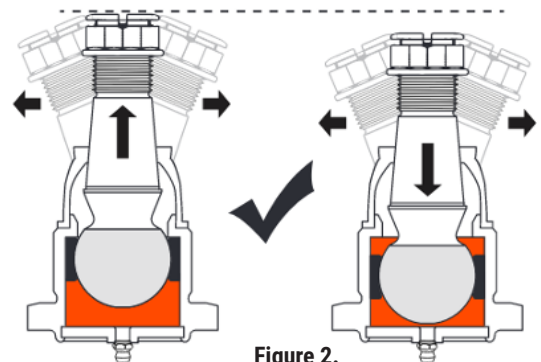

Figure 2.
- Le joint à rotule avant supérieur TXK3134T TTX de Mevotech peut à la fois glisser et osciller entre le goujon et le logement pour compenser tout écart dans l'assemblage de l'essieu. Ce fonctionnement est normal. **Voir la figure 2.**